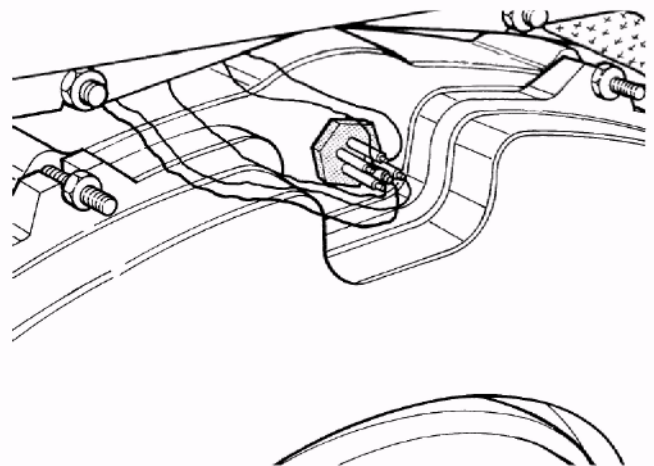

Рис. 11
9. Вставьте все датчики в места установки. Рис. 11